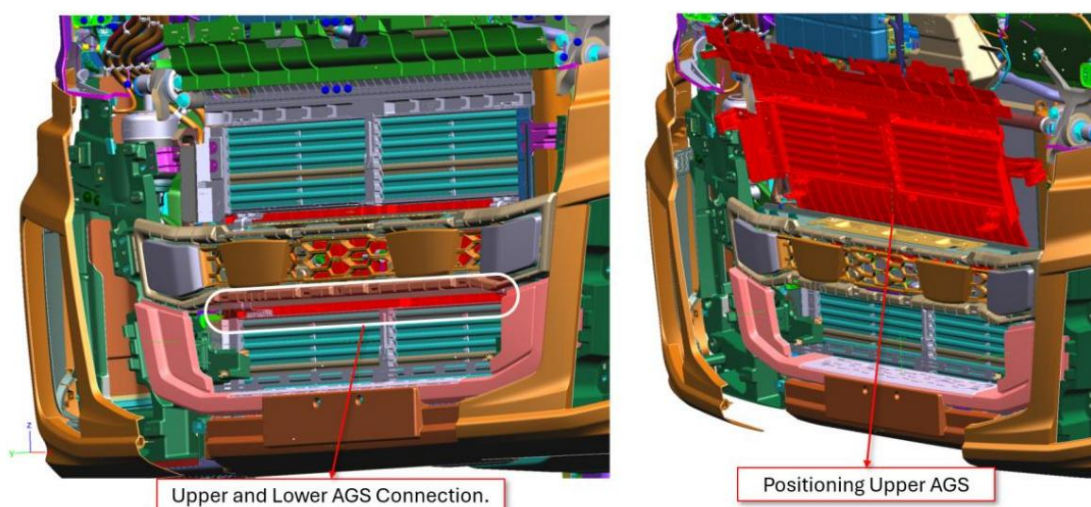

Figure 19 : Installation du nouveau système AGS sur le véhicule
25. Placez le nouveau système AGS supérieur. Fixez-le au système AGS inférieur à l'aide des clips. (Figure 19)